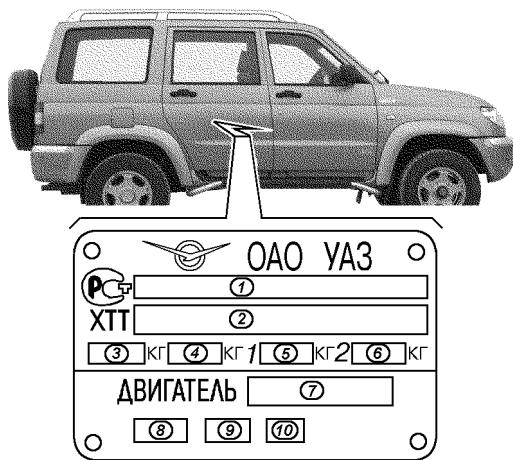
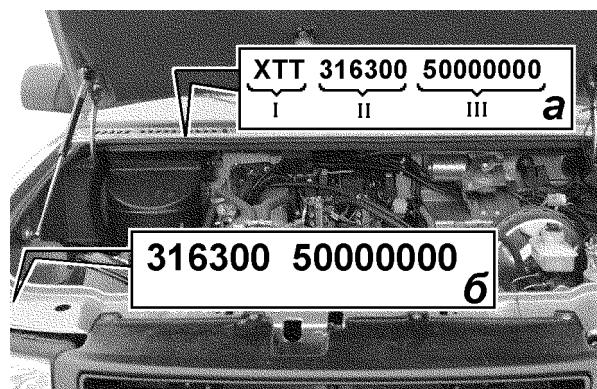

Рис. 1.1. Заводская табличка автомобиля:
Рис. 1.2. Расположение идентификационного номера транспортного средства и номера кузова:
**Заводская табличка автомобиля** (рис. 1.1) установлена на центральной стойке боковины кузова с правой стороны автомобиля.
**Идентификационный номер** транспортного средства выбивается на заводской табличке (см. рис. 1.1) и на кузове автомобиля, на нижней панели ветрового окна (рис. 1.2).
Идентификационный номер (см. рис. 1.2) состоит из трех частей:
**Идентификационный номер кузова** выбит на верхнем соединителе рамки облицовки радиатора (см. рис. 1.2).